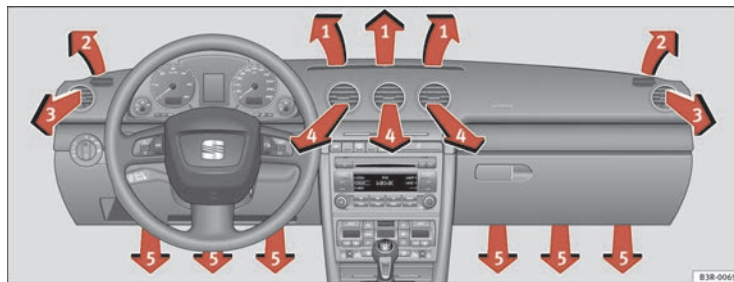

Abb. 132 In der Instrumententafel: Anordnung der Luftaustrittsdüsen
Die Luftaustrittsdüsen ⇒ Abb. 132 ③ und ④ können wie folgt bedient werden.
Die drei Tasten haben folgende Bedeutung. Die Zahlen beziehen sich auf die Luftaustrittsdüsen ⇒ Seite 167, Abb. 132.
Der Gebläsemotor wird nach Ausschalten der Zündung über das Solardach mit Solarstrom betrieben. Achten Sie bitte darauf, dass die Düsen 3 und 4 geöffnet sind ⇒ Seite 167, Abb. 132, um eine optimale Belüftung zu erreichen.